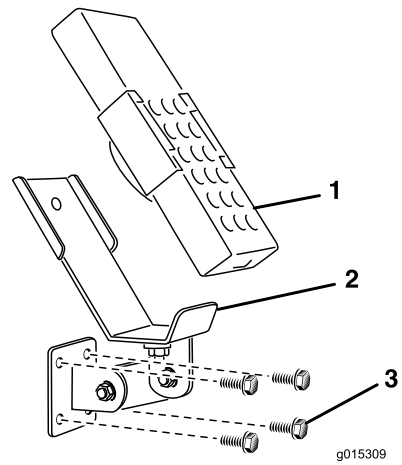
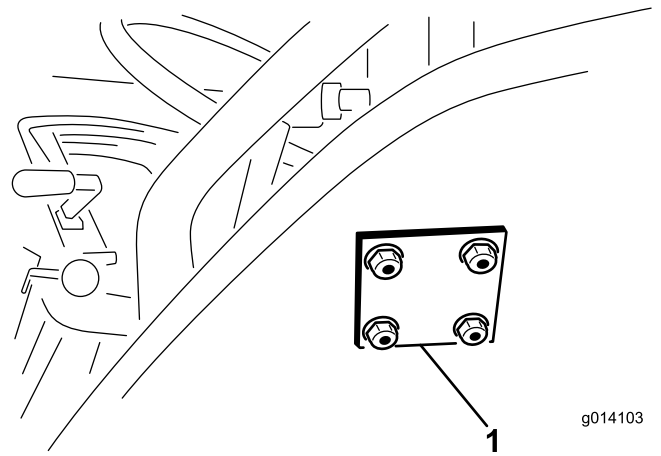

图12
图13
4. 用四个 5/16 x 1-1/2 英寸凸缘头螺栓和凸缘锁紧螺母连接安装支架和支撑板（图12 和 图13）。